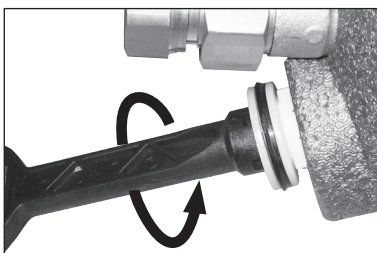

Abb. 5
6. Drehen Sie die Systemtrennerpatrone mit dem Schlüssel im Gehäuse los (Abb. 5).